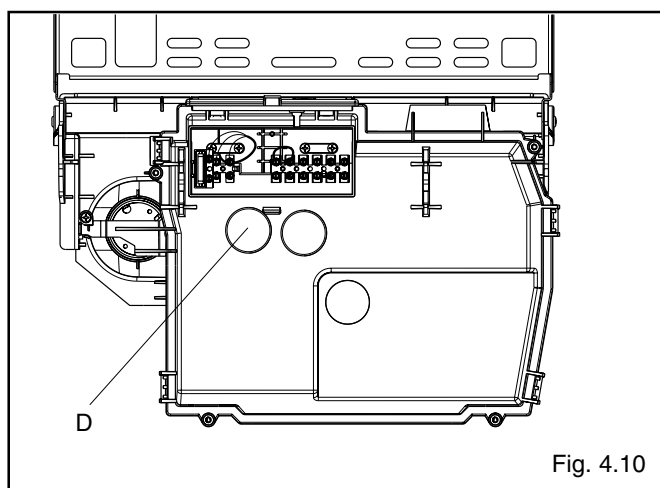

Fig. 4.10
- quitar la tapa **D** (fig. 4.10)
- volver a cerrar la tapa **D** (fig. 4.10)